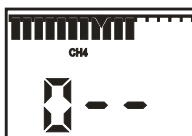

Рисунок 9.3
1) на воздухе, не содержащем горючих газов, перевести газоанализатор в режим "ПОДСТРОЙКА НУЛЯ". Для этого необходимо при нажатой кнопке "ОТКЛ" включить газоанализатор. После появления на индикаторе надписи " 0 - - " отпустить кнопки (рисунок 9.3);
1) при нажатой кнопке "ОТКЛ" включить газоанализатор. После появления на индикаторе надписи " 0 - - " отпустить кнопки (рисунок 9.3);